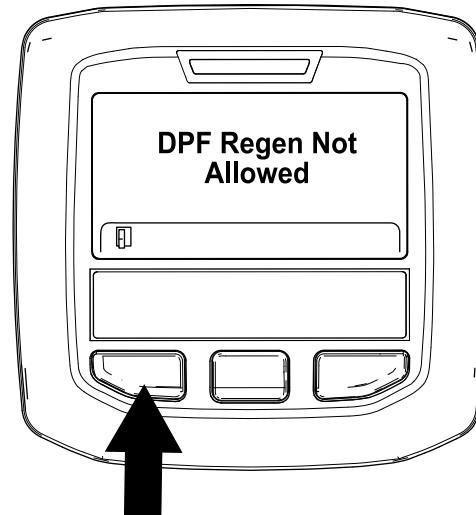

Figura 50
- Si la computadora del motor no autoriza el proceso de regeneración, en el InfoCenter se muestra el mensaje "DPF Regen Not Allowed" (Regeneración del FPD no permitida) (Figura 50). Pulse el botón izquierdo para salir de la pantalla de inicio.